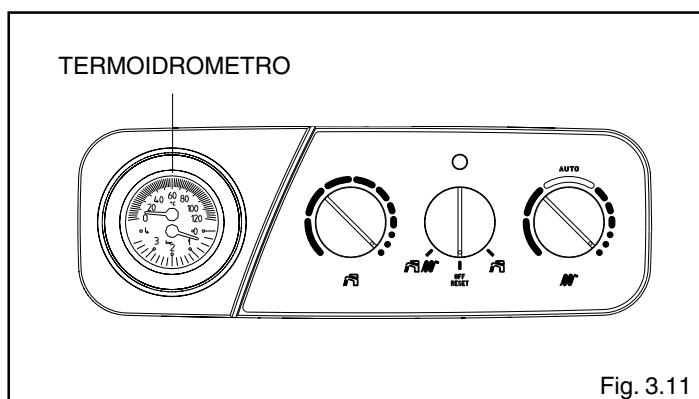

Fig. 3.11
Per i riferimenti ai vari componenti consultare il disegno raffigurato in fig. 3.11.
- aprire di due o tre giri il tappo della valvola di sfogo aria automatica (C)
- accertarsi che il rubinetto entrata acqua fredda (B) sia aperto
- aprire il rubinetto di riempimento (D) fino a che la pressione indicata dal termoidrometro (fig. 3.11) sia compresa tra 1 e 1,5 bar.